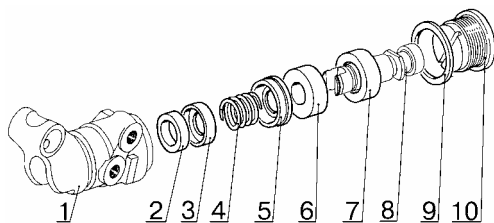

Рис.33.
15.3 Разобрать регулятор давления тормозов 2101, 2121, рис. 33.